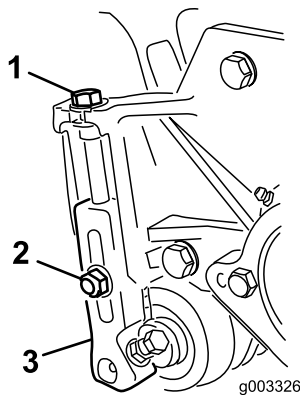

Figure 16
1. Desserrez les contre-écrous qui fixent les bras de hauteur de coupe aux plaques latérales du plateau de coupe (Figure 16).